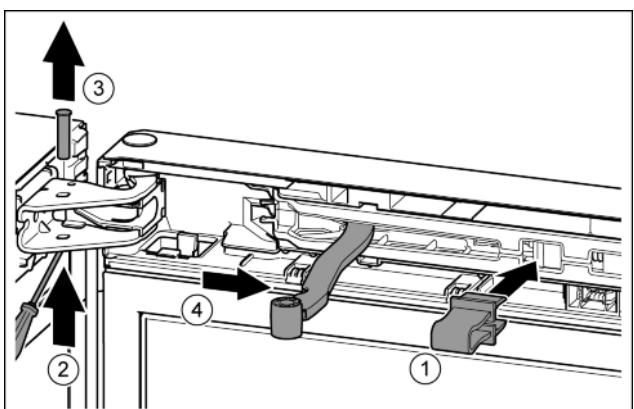

Fig. 12
- Зафиксировать предохранитель в отверстии. Fig. 12 (1)
- Выкрутить палец при помощи отвертки. Fig. 12 (2)
- Извлечь палец движением вверх. Fig. 12 (3)
- Повернуть шарнир в направлении двери. Fig. 12 (4)